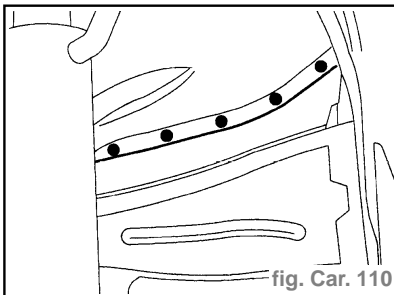

fig. Car. 110
- Souder par points bouchons au MIG (fig. Car. 110).